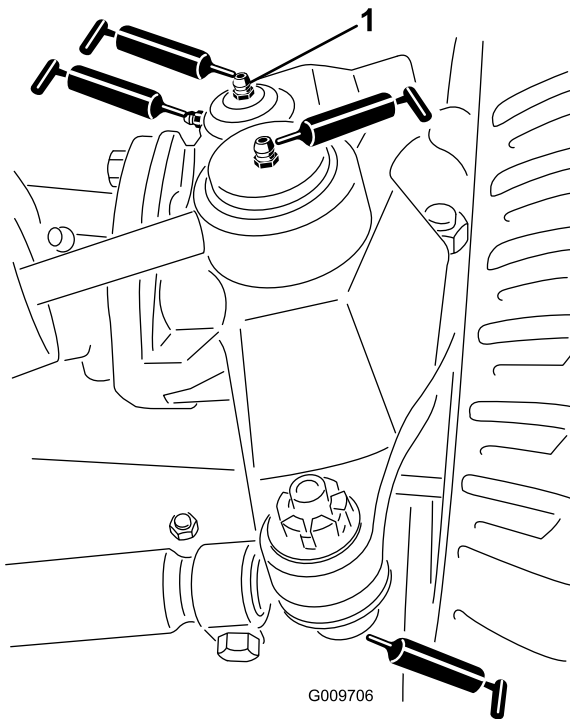

Figura 49
- Giunti sferici (2) del cilindro di sterzo (Figura 49)
- Giunti sferici (2) del tirante (Figura 49)
- Boccole (2) del perno del fuso a snodo (Figura 49). **Il raccordo superiore sul perno del fuso a snodo richiede soltanto una lubrificazione annuale (2 pompate).**